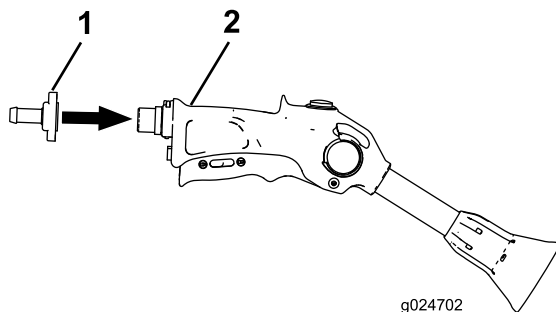

Figura 31
1. Monte la pistola de fumigación (Figura 31).